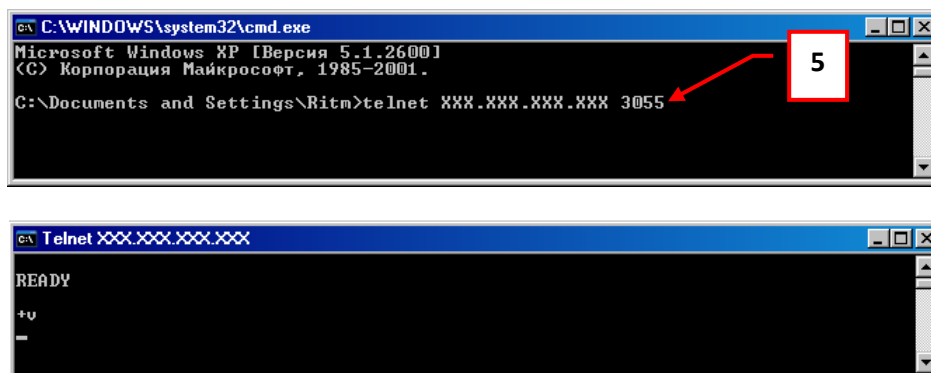
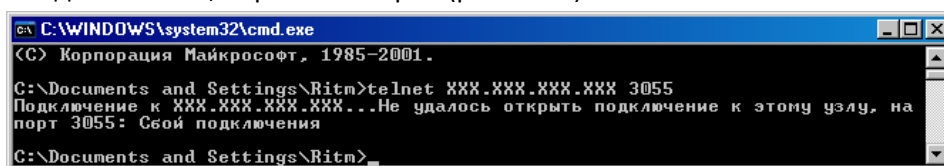

Рис.4.1.2. Проверка порта TCP 3055
Рис.4.1.3. Сбой подключения на порт TCP 3055
5. Ввести telnet XXX.XXX.XXX.XXX 3055, где вместо «XXX.XXX.XXX.XXX» должен быть введен внешний статический адрес сервера, и нажать «Enter» (см. рис. 4.1.2.).
Если появилась надпись «READY», как показано на рис. 4.1.2., порт 3055 открыт. Если появилась надпись «Сбой подключения», порт 3055 закрыт (рис. 4.1.3).